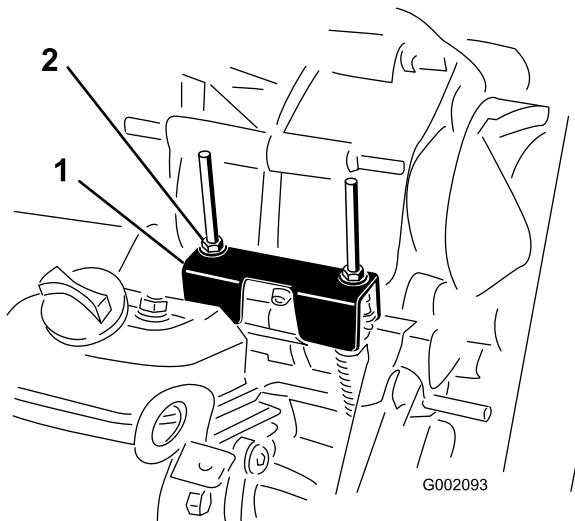

Figura 49
3. Serrate 1 dei dadi di bloccaggio (Figura 49) per ottenere un gioco di 0,76 - 1,52 mm.